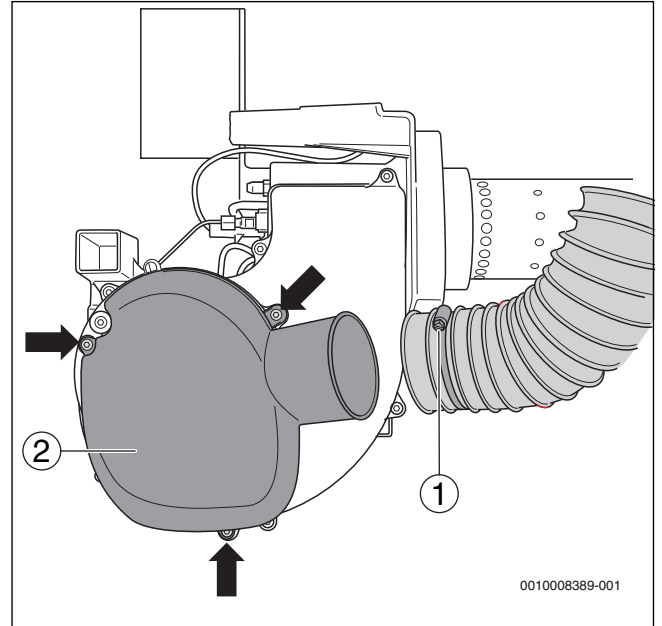
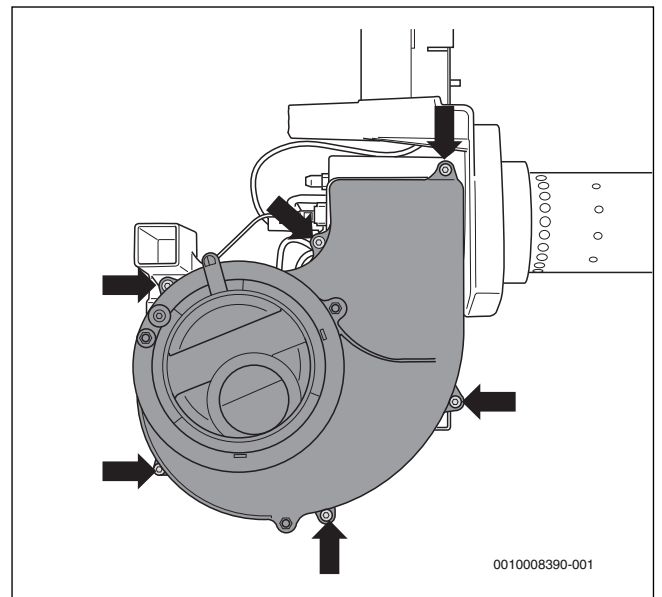

Fig. 31 Démontez le piège à son
Fig. 32 Démontez la turbine du couvercle du ventilateur
- ▶ Desserrer le collier de serrage spécial (→ fig. 31, [1]) de l'alimentation en air de combustion des systèmes indépendants de l'air ambiant.
- ▶ Desserrer les vis de fixation (→ fig. 31, [flèches]) et retirer le piège à son (→ fig. 31, [2]).
- ▶ Desserrer les six vis de fixation (→ fig. 32, [flèches]) et retirer le capot de la turbine du ventilateur.
- ▶ Refixer le capot de la turbine du ventilateur (→ fig. 32) ainsi que le piège à son (→ fig. 31).
- ▶ Desserrer le collier spécial (→ fig. 31, [1], page 19) et retirer le tuyau d'aspiration.